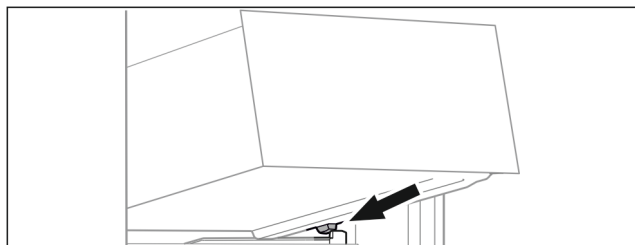

Fig. 110
- Uzlieciet atvilktni ieslīpi zem aizturiem uz tvertnes ribas. (skat. Fig. 110)